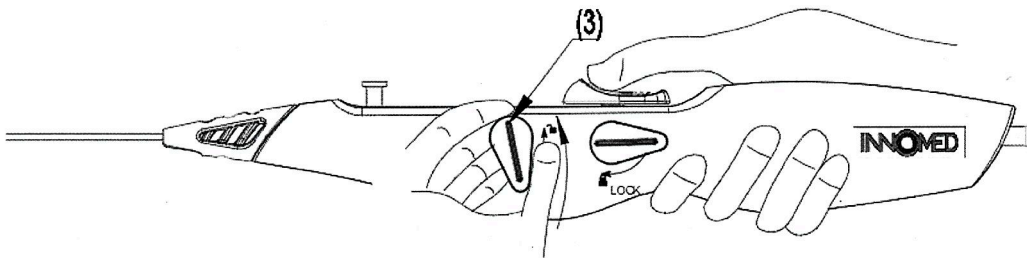
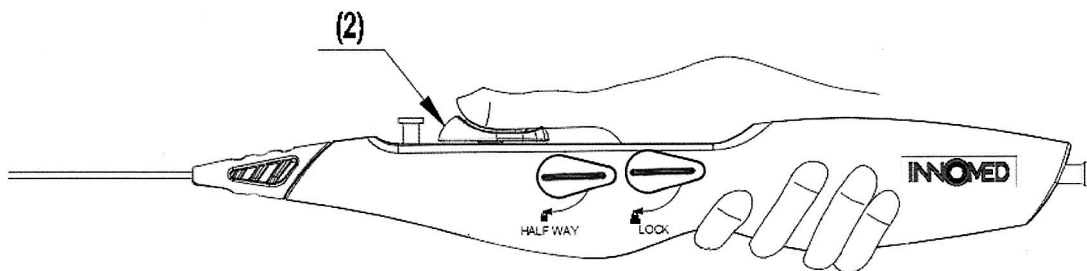

Figura 10. Llave de bloqueo abierto
Figura 11. Empuje el deslizamiento del pulgar hacia abajo
- f. Cuando el stent está a punto de ser totalmente liberado, abrir la llave de bloqueo (3) (consultar Figura 10) y presionar con el deslizador de pulgar hacia abajo (consultar Figura 11), momento en el cual el stent se libera por completo. Asegurarse de que el stent está completamente liberado bajo rayos X.